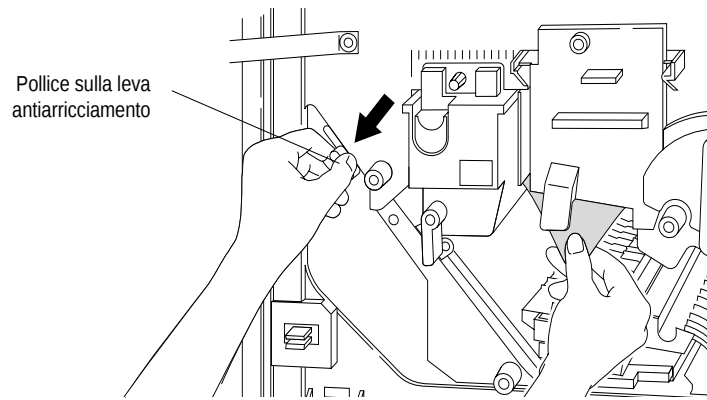

Figura 3-51 Rimozione della carta inceppata nell'unità fusore con la leva antiarriciamento
3. Cercare il foglio o i fogli di carta inceppata sul lato destro dell'unità fusore. Tenendo premuta la leva del rullo antiarriciamento con la mano sinistra, raggiungere l'interno e rimuovere la carta inceppata con la mano destra, come mostrato nella Figura 3-51.